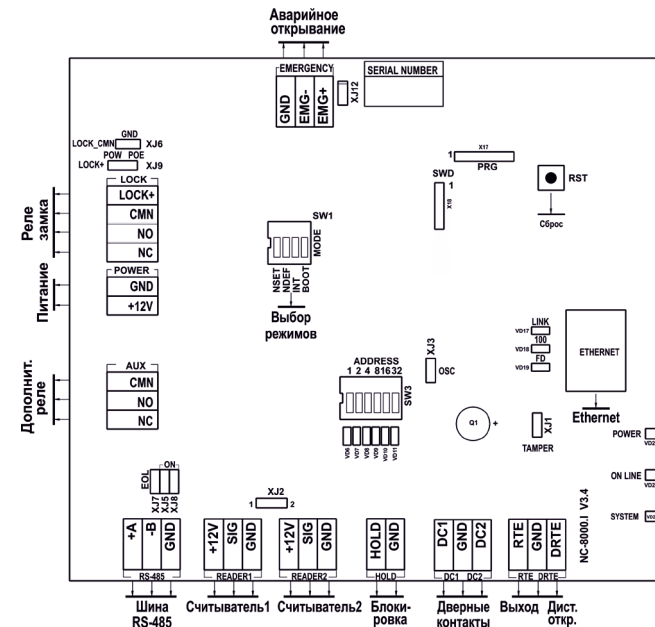

Рисунок 2. Схема платы контроллера NC-8000-I
- от внешнего стабилизированного источника постоянного тока. В этом случае питание подается на клеммы +12V и GND (рисунок 2);